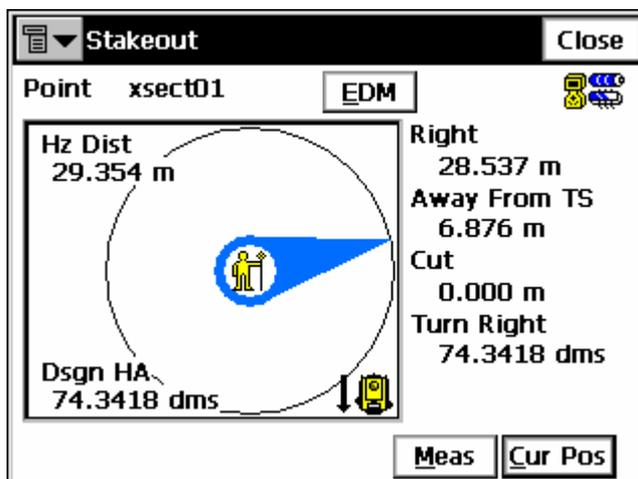

Рисунок 7-27. Разбивка - рабочее окно при использовании тахеометра
2. В окне **Stakeout Spiral & Offset (Разбивка смещенной спирали)** задайте параметры спирали, которую необходимо вынести в натуру: ее начальную точку, азимут касательной, проведенной к спирали в этой точке, параметр радиуса спирали, параметр ее длины, направление поворота (закрутки), направление движения спирали и начальный пикет линии (рис. 7-27 на стр. 7-18).